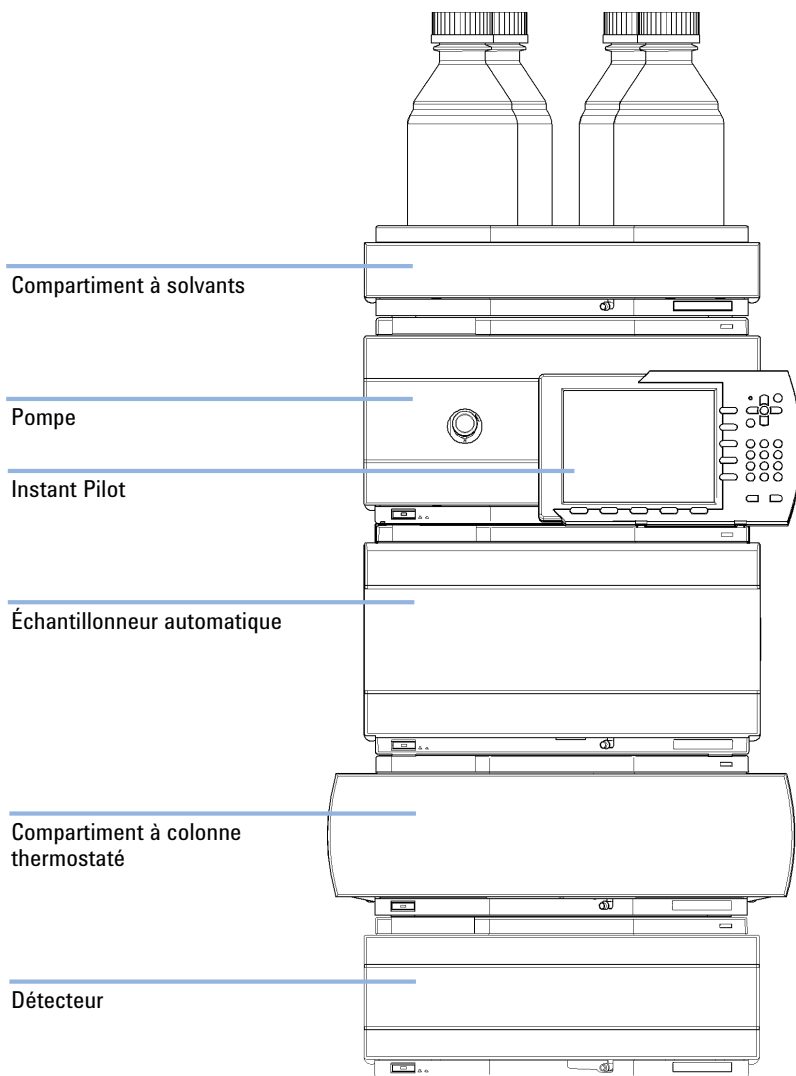

Figure 6 Configuration de pile recommandée pour le système 1260 Infinity (vue avant)
Une performance optimale est garantie en installant les modules du système CPL Agilent 1260 Infinity dans la configuration suivante (voir Figure 6, page 37 et Figure 7, page 38). Cette configuration optimise le trajet des liquides pour un volume mort minimum et réduit l'encombrement.
- 1** Placez chaque module selon la configuration illustrée sur la figure Figure 6, page 37.
- 1 Placez le dégazeur à vide dans la pile de modules comme indiqué dans la figure Figure 6, page 37.